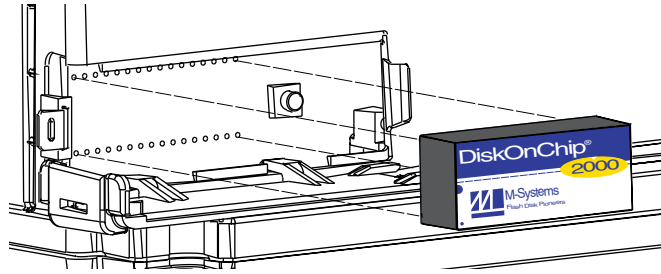

Figura 10: Instalación del chip de expansión de memoria
10. Alinee la patilla 1 del chip de expansión de memoria con la patilla 1 de la base (vea la Figura 10).